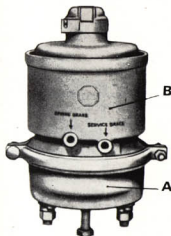

Fig. 11.6. - Cámara de freno
11.8 CÁMARAS DE FRENO (fig. 11.6)